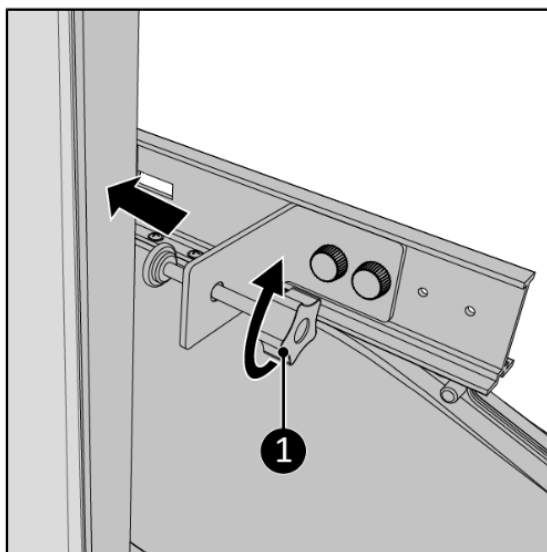

Figura 13.
16. Înșurubați cu grijă șurubul de strângere de pe clemă pe rama ferestrei (Figura 13, elementul 1).